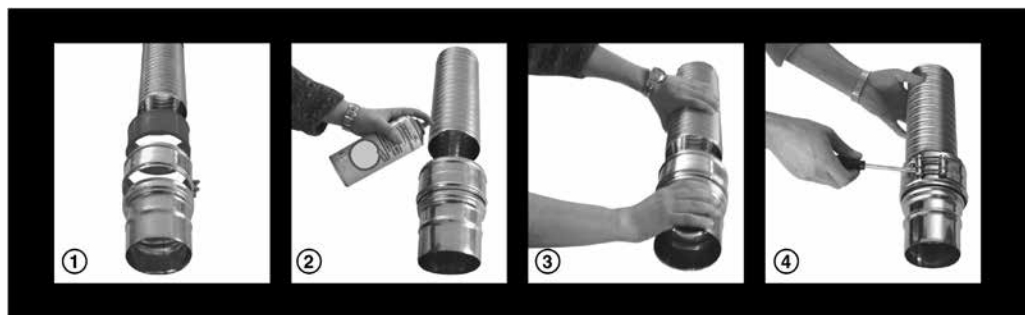

FIG.1 Instructions de montage du manchon étanche avec joint silicone (réf : 3400, 3401...).
Pour un montage correct du manchon étanche avec joint silicone T200° C (réf : 3400, 3401...), vous devez suivre les instructions de la figure 1.
- Positionner le manchon étanche avec joint silicone (réf : 3400...), entre les éléments rigides et le conduit flexible comme illustré dans la figure 1 puis couper le flexible avec un couteau Inox à la hauteur désiré.
- Positionner le manchon étanche avec joint silicone (réf : 3401...), entre le conduit flexible et le terminal, comme illustré dans la figure 1.